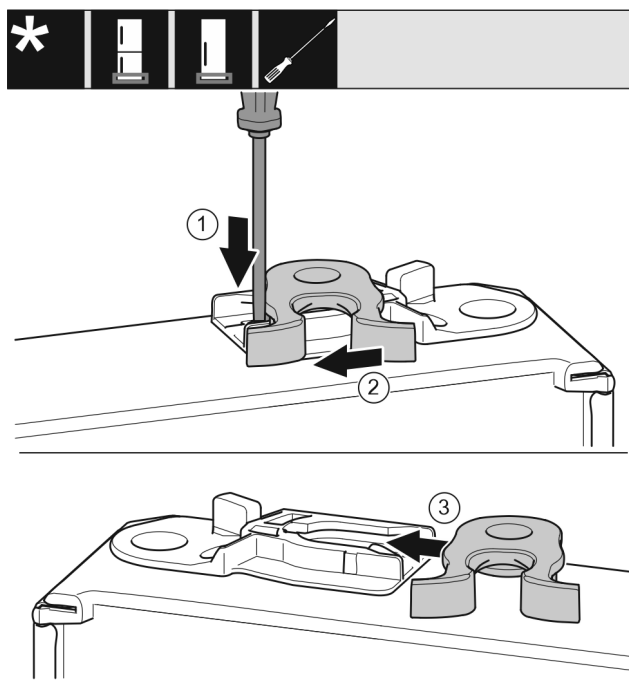

Fig. 24 *
- Spingere verso il basso la linguetta Fig. 24 (1) con il cacciavite a intaglio.*
- Estrarre il gancio di chiusura Fig. 24 (2) dalla guida.*
- Spostare il gancio di chiusura Fig. 24 (3) sull'altro lato nella guida.*